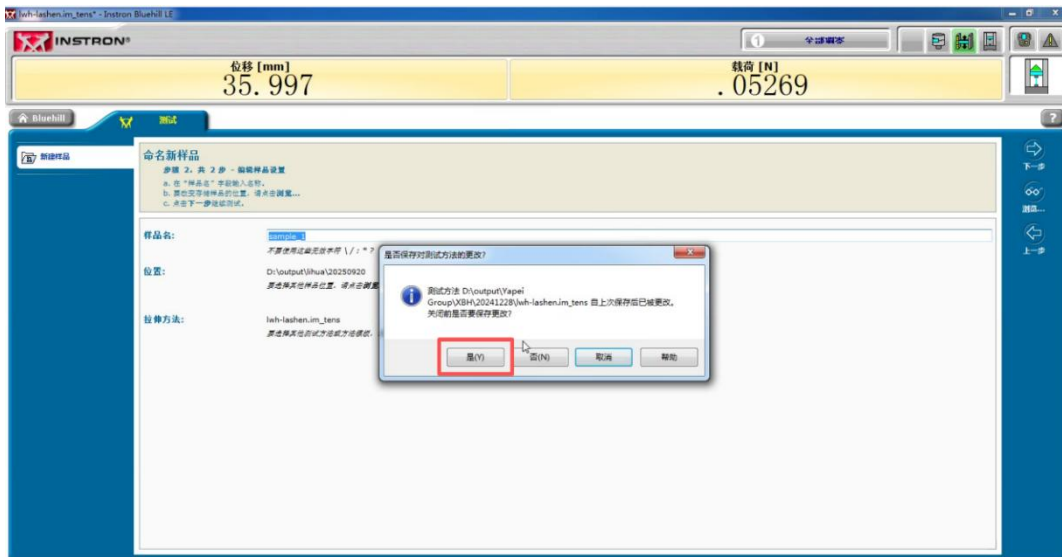

图 27 软件使用步骤⑨
⑨结束测试。测试完毕后，先点击“保存”按钮，再点击“完成”按钮，测试结束。（如图 27 所示）。